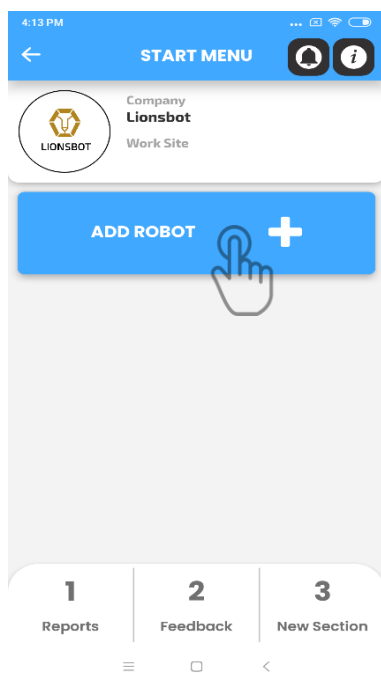

Fig. 1
1. Cliquez sur " ADD ROBOT " dans la page Robot et installation (Fig. 1).